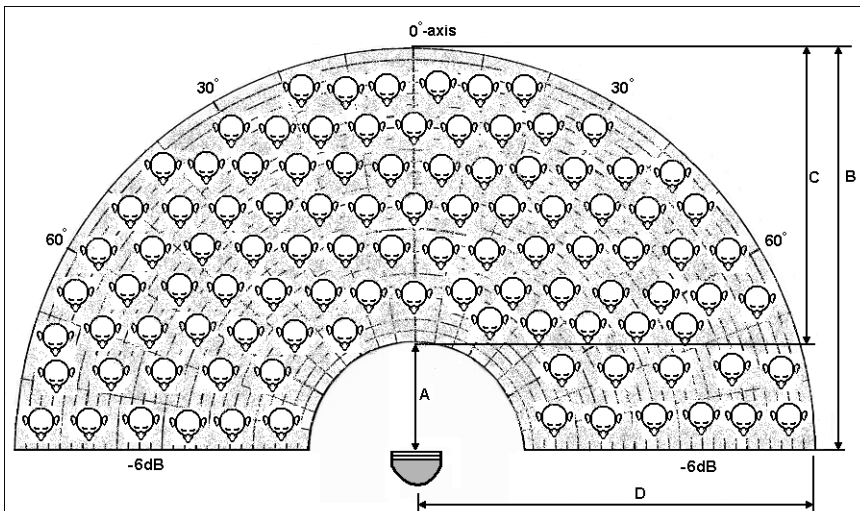
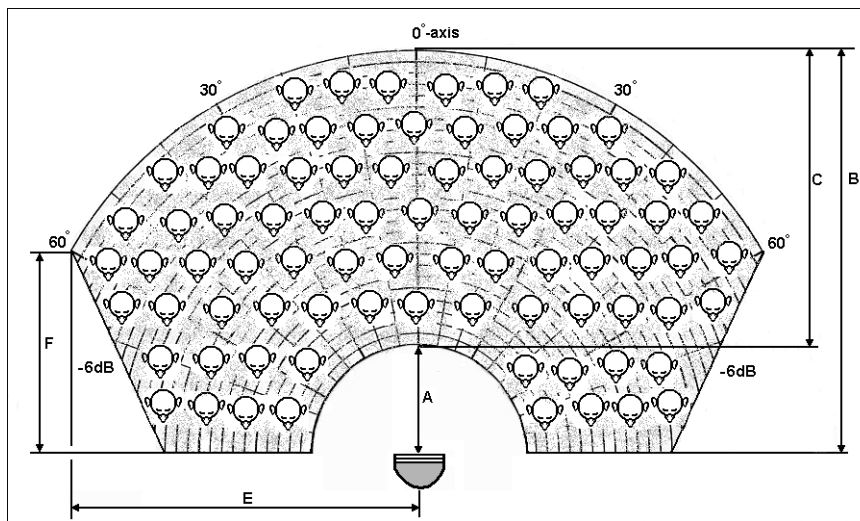

Abbildung 2: 1 kHz-Oktavenform der Lautsprechereinheit
Abbildung 3: 4 kHz-Oktavenform der Lautsprechereinheit
4. Abbildung 2 zeigt die 1 kHz-Oktavenform, die von der Lautsprechereinheit abgestrahlt wird, und Abbildung 3 zeigt die Abstrahlung der 4 kHz-Oktavenform. Der Hörbereich mit der optimalen Akustikleistung liegt in diesen Formen. Stellen Sie sicher, dass die 4 kHz-Form mit den mithilfe von Diagramm 1 ermittelten Abmessungen den gewünschten Hörbereich ausreichend abdeckt.